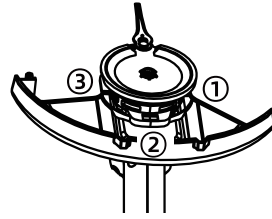

Abb. 2
- a. Den Sicherheitsschutz und den Trimmkopf zur Rückseite drehen. Die linken und rechten Schnellverschlüsse des Sicherheitsschutzes in die entsprechenden Rillen am Trimmkopf einsetzen und ausrichten. Zu diesem Zeitpunkt ist der mittlere Schnellverschluss zwar ausgerichtet, aber noch nicht befestigt. (Abb. 2)